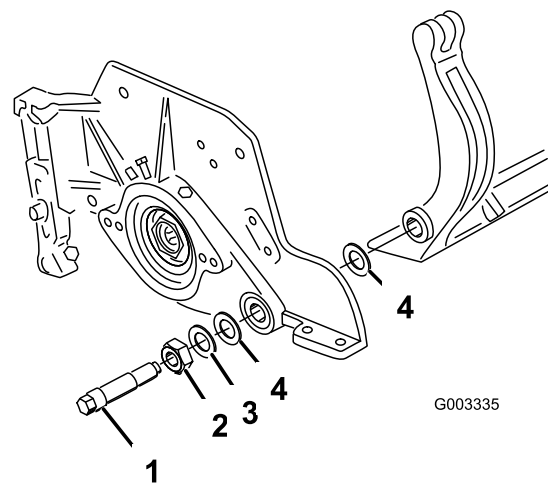
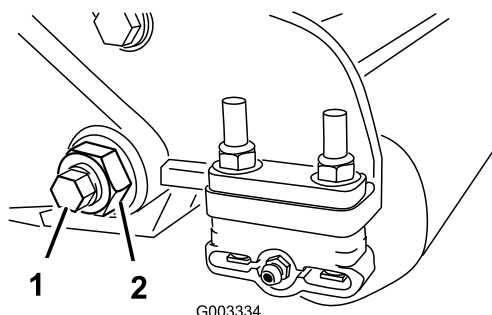

図 34
図 33
- ベッドバー・ボルト（図 33）を固定しているロックナット（機体両側）をゆるめる。
- 各ベッドバー・ボルトを抜いて、ベッドバーを下に引き抜いて外す（図 33）。ベッドバーの両端にナイロン・ワッシャとスチール・ワッシャが2枚ずつあるので注意する（図 34）。
- ベッド・バー・ボルト（とボルトについているナット）とワッシャ6枚で、ベッド・バーを各サイド・プレートに固定する。ナイロン・ワッシャはサイド・プレートの両側のボスに嵌め込む。その外側からスチール製ワッシャを取り付ける（図 34）。ベッドバー・ボルトを3.7~4.5 kg.m にトルク締めし、外側のスチール製ワッシャの遊びがなくなって回らなくなっているが、サイドプレートを変形させるほどには締めすぎない程度に、ロックナットを締め付ける。内側のワッシャには遊びがあつてよい。